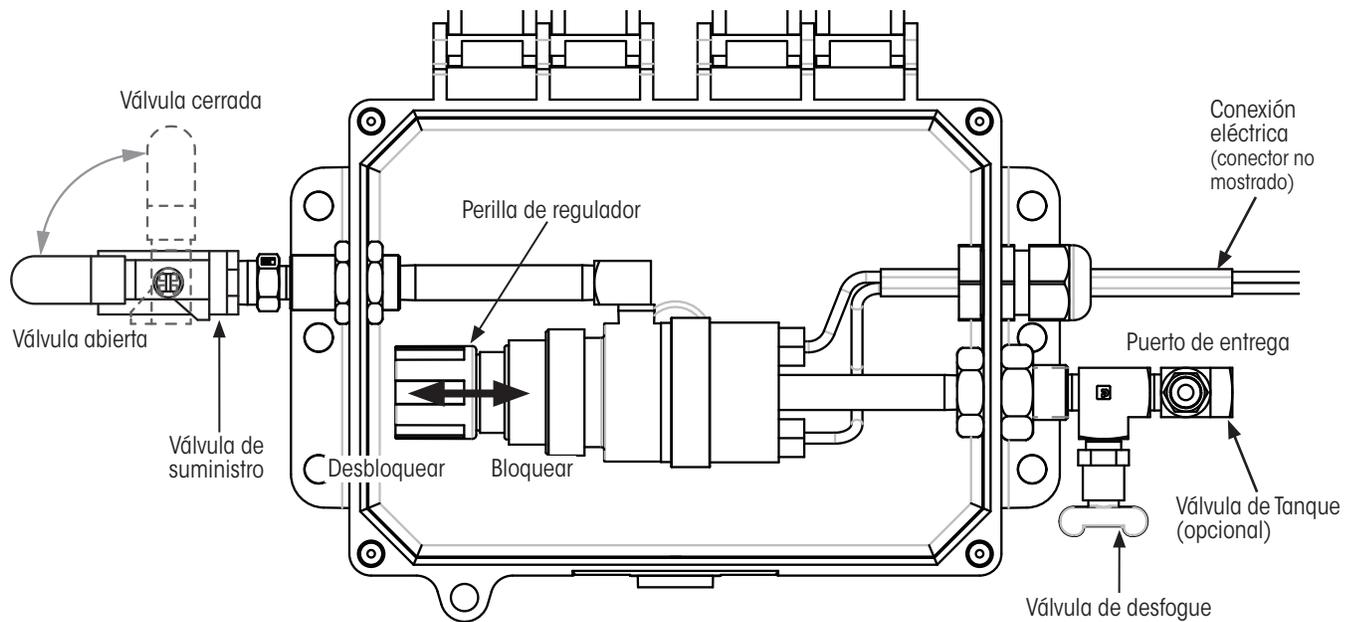

Figura 53: Ajuste de Presión de Inflado TIREMAAX® CP
Siga el procedimiento para revisar la Presión de Inflado en el puerto de entrega (Figura 53) del controlador TIREMAAX CP.
3. **Cierre** la válvula de suministro del controlador (Figura 53).
- A. **Cierre** la válvula de suministro (Figura 53).
1. **Desbloquee** la perilla del regulador tirando de ella hacia afuera del cuerpo del regulador (Figura 53).
1. **Bloquee** la perilla del regulador empujándola al cuerpo del regulador (Figura 53). Asegúrese de que la perilla no girará.